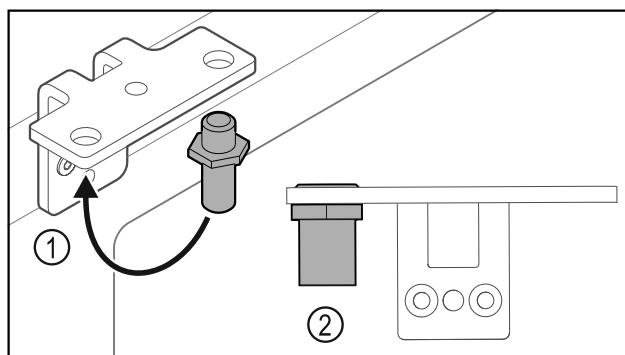

Fig. 35
- Mutăti bolțul Fig. 35 (1) în colțarul balamalei.
- Strângeți bolțul Fig. 35 (2) cu **cuplul de 12 Nm**.